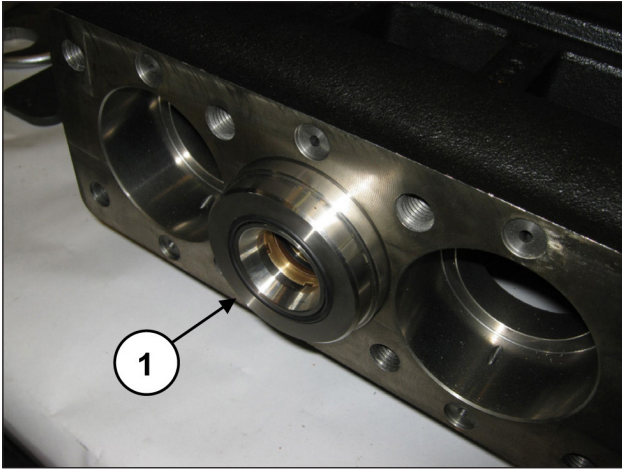

Abb. 175
Schieben Sie die Kolbenführung durch Drehen der Welle soweit vor, dass der mitgetriebene Dorn den Dichtungshalter und die gesamte Kolbenbaugruppe herausdrückt (Pos. ①, Abb. 175).